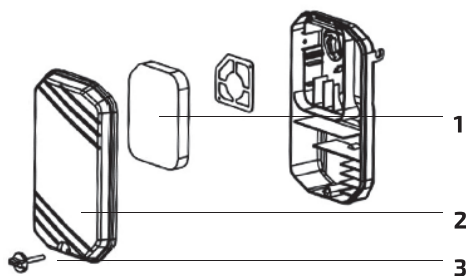

Рис. 12. Проверка воздушного фильтра
1. Открутить болт (3) и снять крышку воздушного фильтра (2) (рис. 12).
2. Убедиться, что воздушный фильтр (1) не поврежден. Если поврежден, заменить его.
3. Убедиться, что воздушный фильтр (1) чистый. Если воздушный фильтр загрязнен, промыть его.